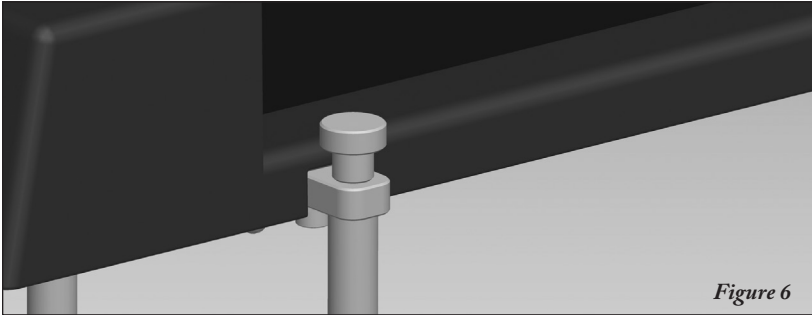

Figure 6
6. Placez avec soin le deuxième appareil par-dessus le premier, en entrant ses bases de support dans les tiges de support d'empilage. Serrez avec les vis fournies (Figure 6).